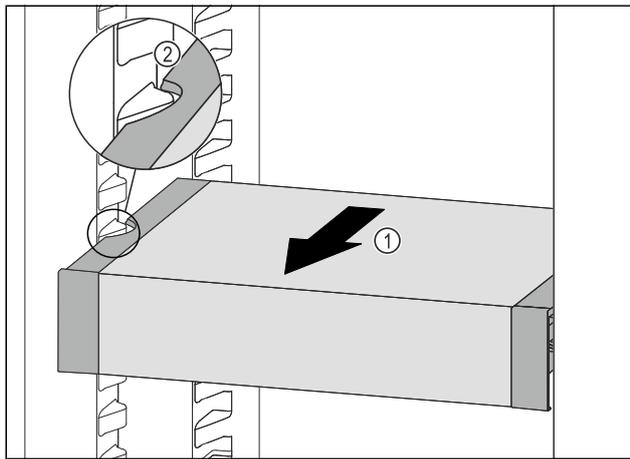

Fig. 91
- ▶ VarioSafe nach vorne ziehen Fig. 91 (1), bis sich die seitlichen Aussparungen des VarioSafes auf Höhe der Behälterterrierpe im Kühlteil befinden. Fig. 91 (2)